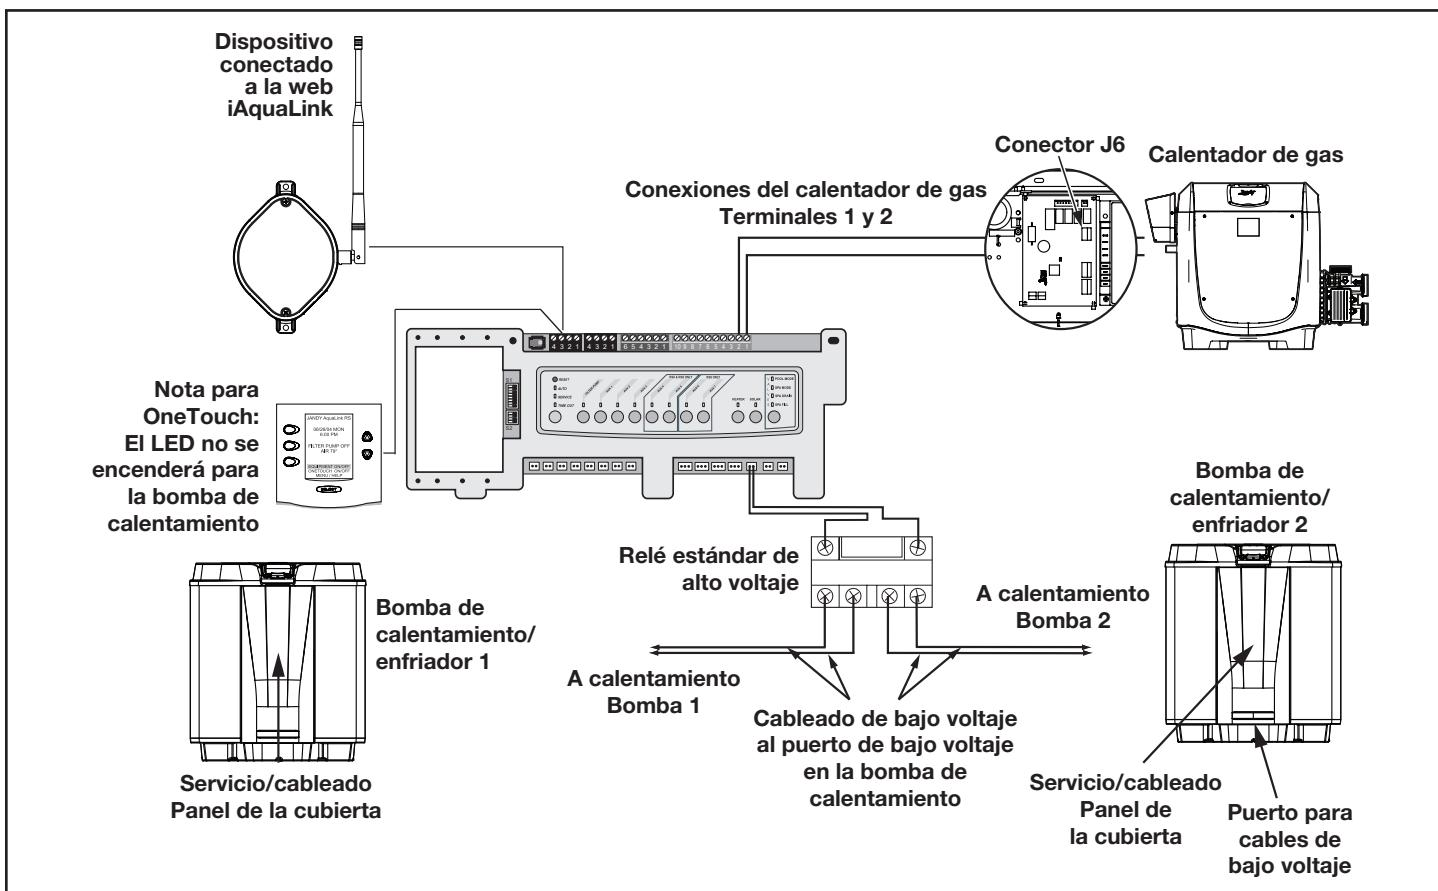

Figura 19. Cableado del calentador y de la bomba de calentamiento/un enfriador
2. Para tender los cables desde el panel de control de la bomba de calentamiento, extraiga los cinco (5) tornillos que sostienen el panel de la cubierta de servicio/cableado a la bomba de calentamiento. Consulte la Figura 19.